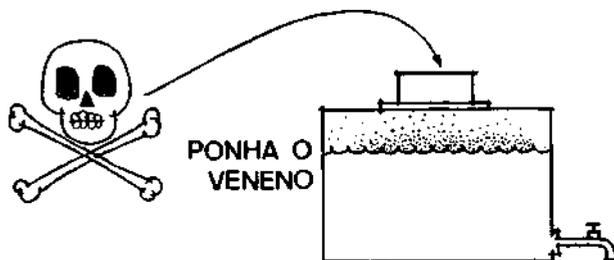

fig. 3
- b) Ponha a dose recomendada do veneno no depósito do pulverizador (fig. 3).